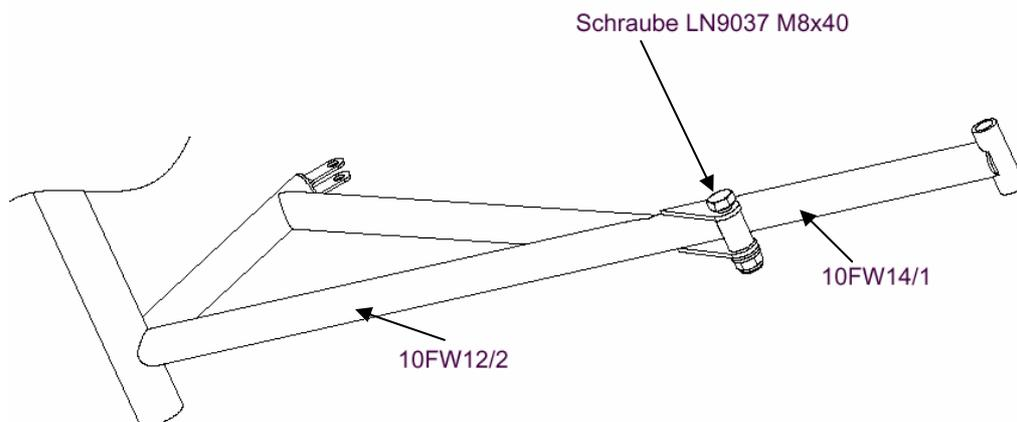

Abb. 3: Ausbau der Verbindungsschraube LN9037-M8x40
3. Die Zwangsverriegelung wird auf den linken Knickstreben des Fahrwerks befestigt. Hierzu die Schraube LN9037 M8x40 zwischen der linken Strebe 10FW14/1 und der Schwinge 10FW12/2 ausbauen, siehe Abb. 3. (wird nicht mehr verwendet)